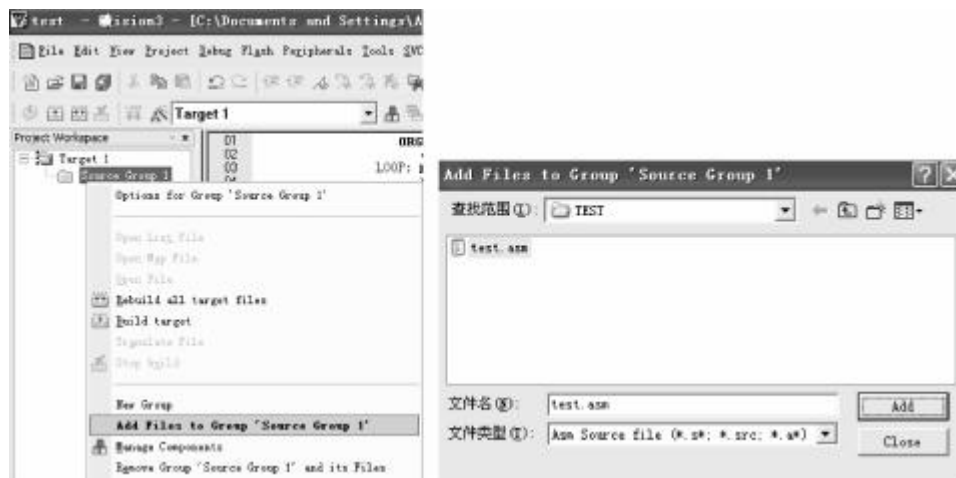
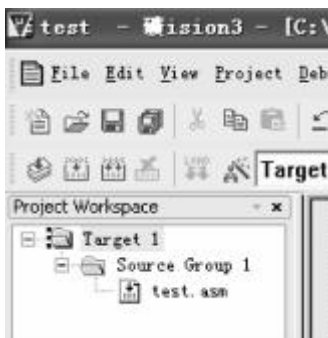

图 1-22 向项目添加程序
图 1-23 程序添加到源代码组
⑧右击【Source Group】，出现下拉菜单，点击【Add Files to Group 'Source Group 1'】，选择【Add】按钮，程序添加到项目中(图 1-22)，源代码组出现该程序文件(图 1-23)。